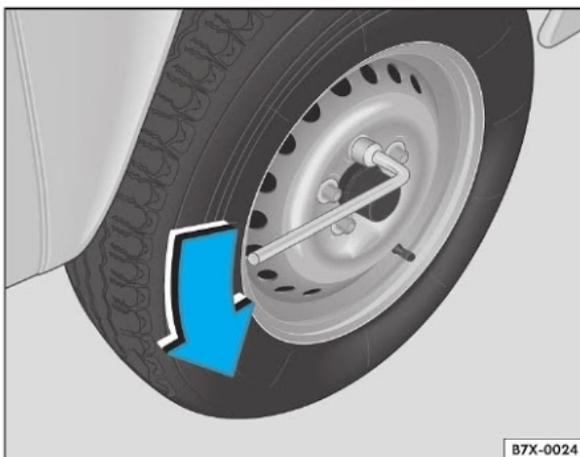

Fig. 80 Desaperto dos parafusos da roda
- Posicione a **chave de roda** sobre o parafuso da roda, até o batente ⇒ fig. 80.